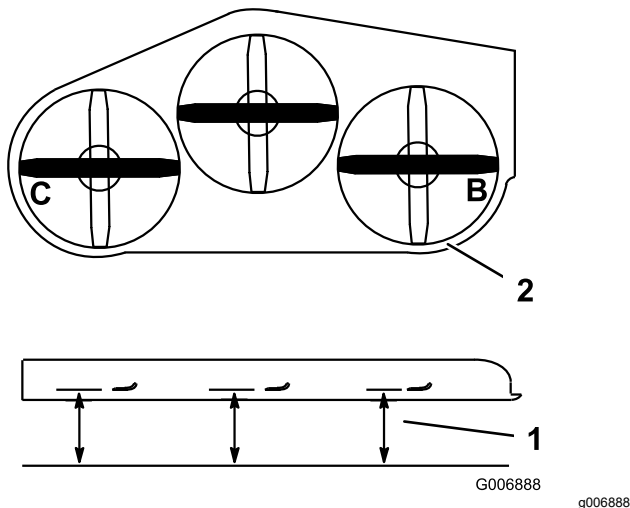

Figura 91
- Mida en las posiciones **B** y **C** desde una superficie nivelada hasta el filo de corte de los extremos de las cuchillas (Figura 91).